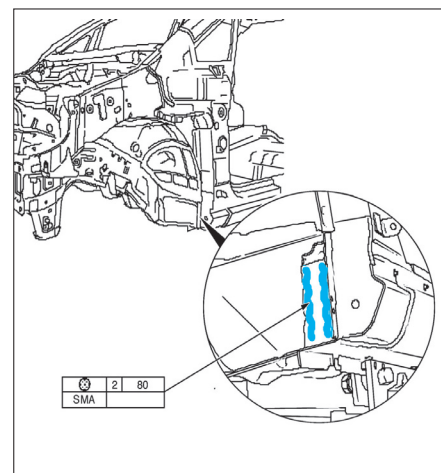

FIG. 14
- Appliquer la colle d'assemblage et de protection anticorrosion (fig. 14).